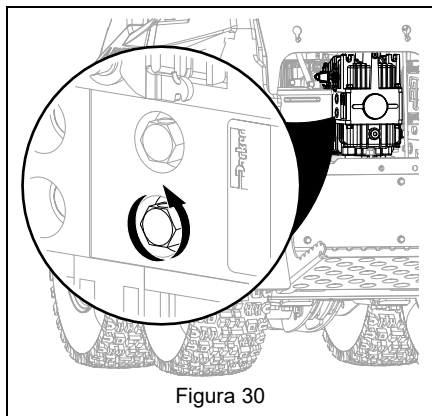

Figura 30
4. Ruotare la valvola bypass inferiore di due giri completi in senso antiorario fino alla posizione di bypass. Vedere Figura 30.